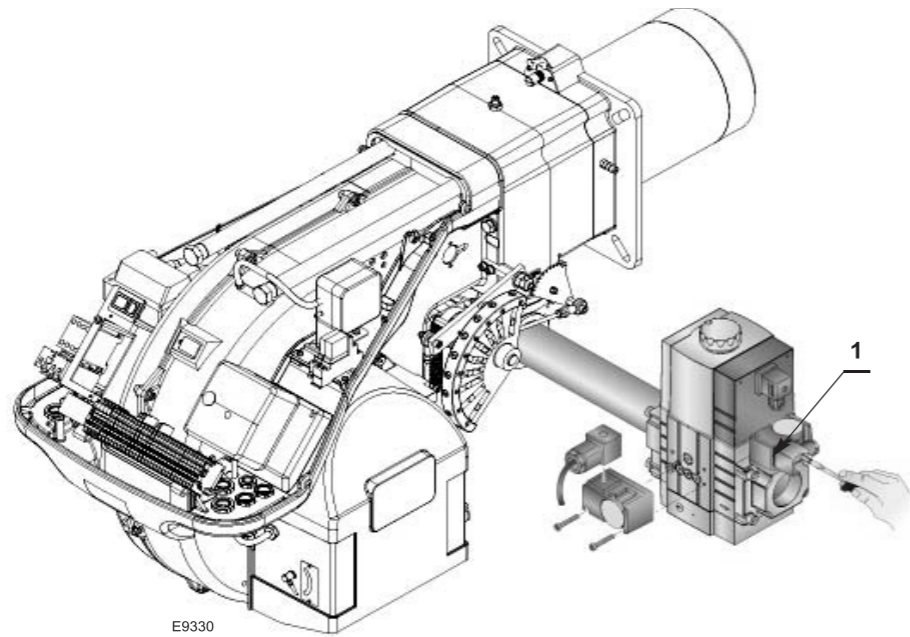

图 27
- ▶ 将燃气阀组管路中的空气排净，连接一个塑料管道最小燃气压力开关的压力测试点 1)(图 27)。将该塑料管伸到建筑物外，可以闻到燃气的味道。
- ▶ 连接一个压力计到最小燃气压力开关的压力测试点 1)(图 27)，检查燃气供应压力：必须低于燃气阀组所能允许的最大压力，见燃气阀组标牌。